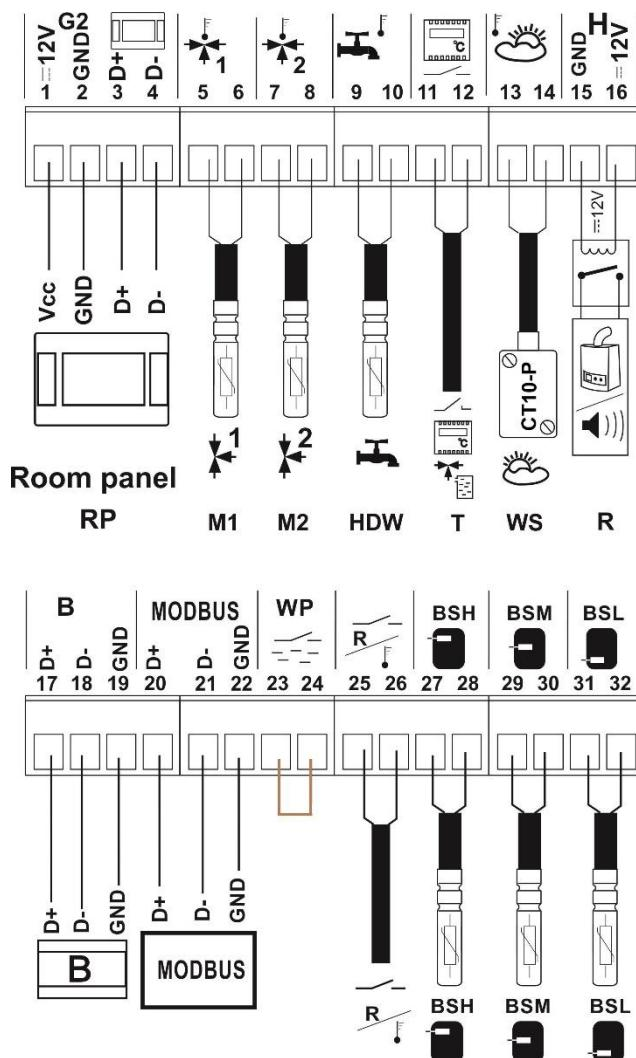

Abbildung 19: Verdrahtungsschema der Sensoren und des Raumbediengeräts
Der Sensor wird über ein Kabel mit einem Mindestquerschnitt von 0,5 mm2 und einer maximalen Länge von 25 m angeschlossen. Die Polarität der Drähte ist nicht wichtig. Schließen Sie das freie Ende des Kabels an die Klemmen 13-14 (siehe Abbildung 19) an der linken Wand des Steuergehäuses an.
- den MIX-Temperatursensor an der linken Wand des Steuerschrankes anschließen (siehe Abbildung 19)
Schließen Sie den Thermostat an die Klemmen 11-12 (Abbildung 19) an der linken Wand des Reglerschranks an. Nach der Installation muss der Raumthermostat im Menü für die Steuerung der gemischten Heizkreise aktiviert werden: